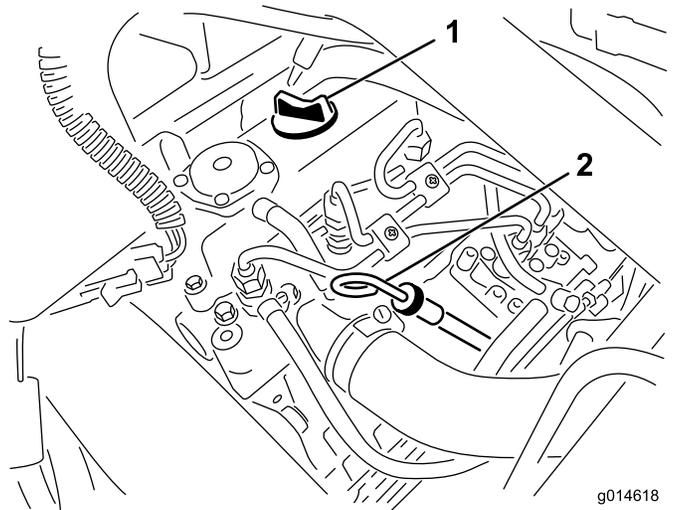

Рисунок 32
2. Выньте масломерный щуп и протрите его чистой ветошью (Рисунок 32).